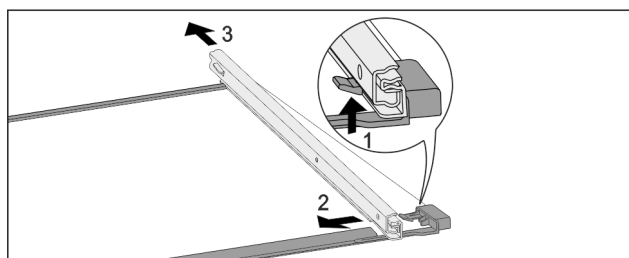

Fig. 150 Sklenená doska s koľajničkami
- ▶ Potlačte predný západkový hák nahor. Fig. 150 (1)
- ▶ Odsuňte vyťahovaciu koľajničku do strany Fig. 150 (2) a dozadu Fig. 150 (3).